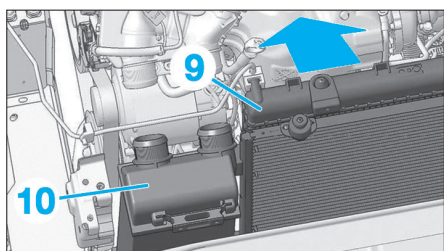

Fig. 64
- les vis (7) et (8) (Fig.64).
- Soulever et basculer la façade avant (6) suivant la flèche.